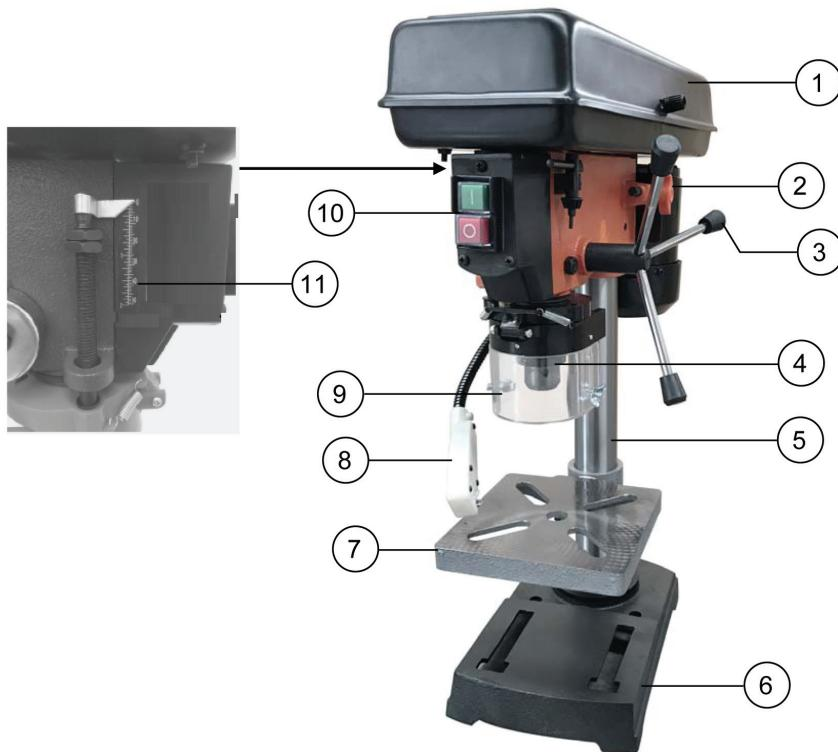

Рис. 1
- 6.1. Установите основание (6) станка на ровную прочную поверхность (Рис. 1).
6.5. Установите ручки подачи 3 (Рис. 1).
6.6. Установите на шпиндель патрон 4 (Рис. 1).
6.7. Установите защитный щиток 9 (Рис. 1)
- Контроль и регулировка глубины сверления «глухих» отверстий производится по шкале 11 (Рис. 1), расположенной на станке.
- Осевое перемещение шпинделя (патрона) 4 (Рис. 1) задается рычагом подачи 3 (Рис. 1);
- Установка, разворот и фиксация высоты рабочего стола 7 (Рис. 1) осуществляется перемещением вдоль стойки кронштейна стола, с предварительно ослабленным фиксатором (Рис. 3).
Для изменения скорости вращения шпинделя предварительно следует ослабить натяжение клиновых ремней винтом 2 (Рис. 1). Затем переместить электродвигатель в сторону шпинделя. Руководствуясь схемой на рисунке 5 необходимо установить ремни на ступенях шкивов в требуемые позиции. Затем натянуть клиновые ремни, отводя двигатель в сторону от шпинделя и зафиксировать натяжение винтом 2 (Рис. 1).